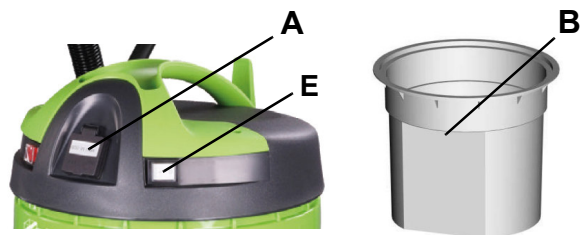

Abb. 6: Funktionen
### Zusätzliche Steckdose (Pos. A, Abb. 6)
1. Filterschutz (Pos. B, Abb. 6), um Filterverstopfung zu verzögern.
2. Massives Stahlfahrwerk mit Fahrgreif (Pos. C, Abb. 6) - gewährleistet den sicheren Transport des Saugers auch bei unebenem Untergrund. Selbst bei vollem Behälter und entsprechend hohem Gewicht, lässt sich der Sauger durch das stabile Fahrwerk sicher manövrieren.
3. Praktische Kippvorrichtung (Pos. D, Abb. 6) - erleichtert das Entleeren des vollen Behälters. Fahren Sie einfach mit dem Fahrwerk über die Entsorgungsstelle und kippen Sie den vollen Behälter, mit einem zusätzlichen Griff an der Unterseite, nach hinten.
4. Einschaltautomatik (Pos. E, Abb. 6) - diese schaltet den Sauger automatisch beim Einschalten des angeschlossenen Elektrowerkzeugs ein. So können Sie z. B. den Saugschlauch an eine Handkreissäge anschließen und bedienen beim Arbeiten nur die Säge - der Sauger startet automatisch.